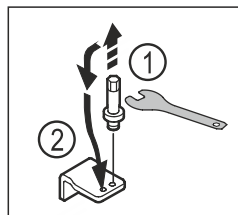

Fig. 17
- Skru bolten af det nederste hængsel med en SW5-unbrakonøgle. Fig. 17 (1)
- Indsæt bolten på den modsatte side. Fig. 17 (2)